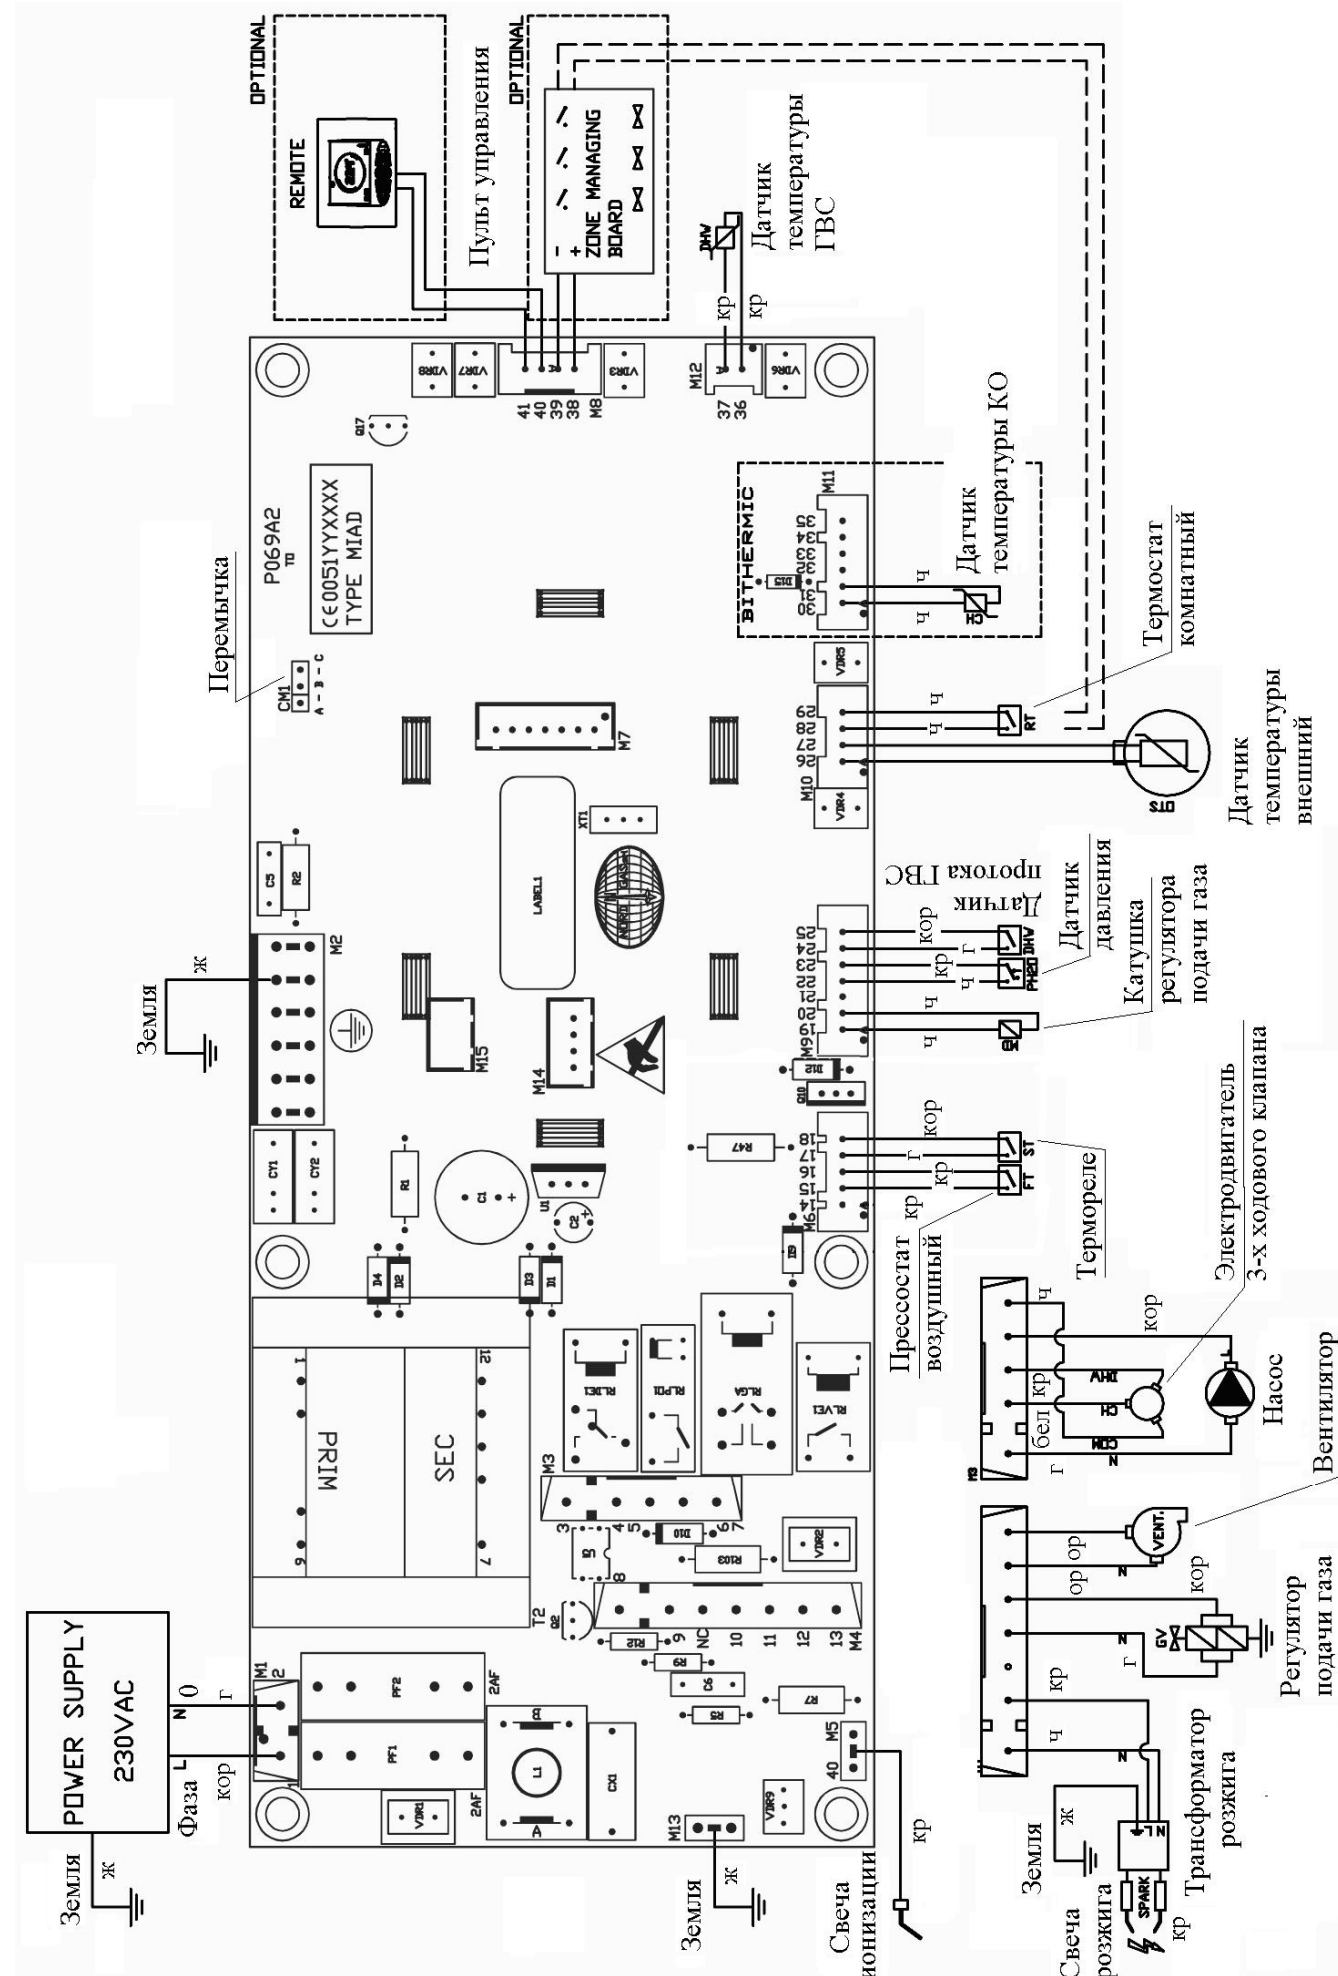

Рис. 6. Схема электрических соединений
5.1. Схема электрических соединений представлена на рис. 6.